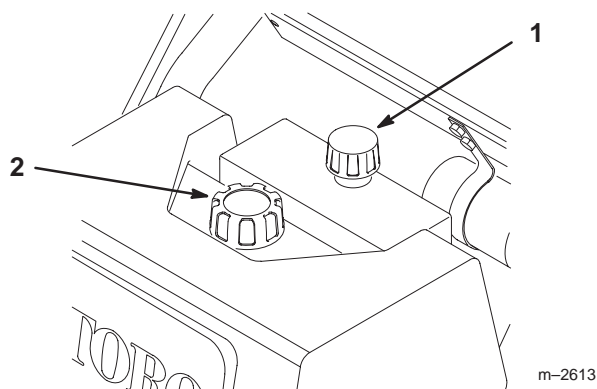

Figure 31
2. Nettoyez la surface autour du goulot de remplissage et du bouchon/de la jauge du réservoir hydraulique (Fig. 31).